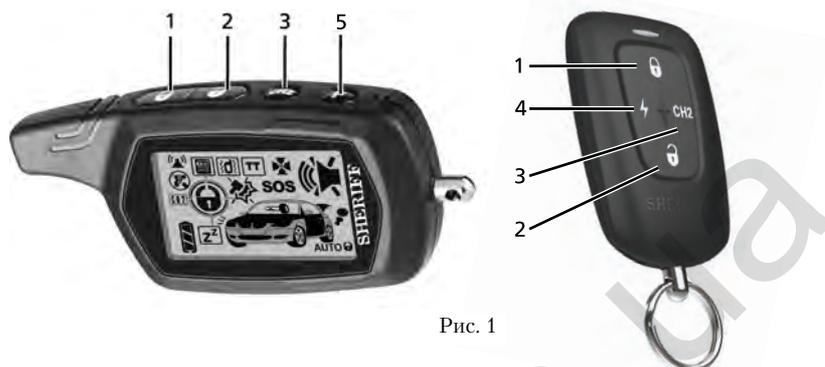

Рис. 1
- Нажмите и удерживайте кнопку 1 (см. рис. 1) первого передатчика, до тех пор, пока Вы не услышите длинный сигнал сирены, подтверждающий, что программирование первого передатчика закончено (каналы передатчика будут запрограммированы автоматически). При этом СИД начнет редко мигать;
- Нажмите и удерживайте кнопку 1 (см. рис. 1) второго передатчика, до тех пор, пока Вы не услышите длинный сигнал сирены, подтверждающий, что программирование второго передатчика закончено. При этом СИД начнет редко мигать;
- Нажмите кнопку 1 (см. рис. 1) первого брелока-передатчика. Система подтвердит запись нового кода брелока в память звуковым сигналом;
- Нажмите кнопку 1 (см. рис. 1) второго брелока-передатчика. Система подтвердит запись нового кода брелока в память звуковым сигналом;
| Включение/ выключение диалогового режима работы сигнализации | F +  |  +  | Нажать и удерживать кнопку F, затем кратковременно нажать кнопку 2 брелока-пейджера (см. рис. 1). Дополнительный брелок — кратковременно нажать вместе кнопки 2 и 4. Включение режима динамического диалога — один писк брелока. Выключение режима диалога (переход на недиалоговый динамический код) — два коротких писка брелока. Оба брелока системы работают в режиме диалога. В режиме «заводские настройки» включена функция диалога. |
| Включение/ выключение блокировки кнопок брелока двухсторонней связи | F + ch2 | | Кратковременно нажать и отпустить кнопки F и 3(CH2)(см. рис. 1) Мелодия включения блокировки, мелодия выключения блокировки. |
| Постановка на охрану |  |  | Нажать и отпустить кнопку 1 (см. рис. 1). 1. Габаритные огни автомобиля мигнут 1 раз. 2. Сирена подаст один короткий звуковой сигнал подтверждения. 3. Светодиодный индикатор на антенном модуле начнет медленно мигать. |
| Снятие с охраны |  |  | Нажать и отпустить кнопку 2 (см. рис. 1). 1. Светодиодный индикатор погаснет. 2. Габаритные огни автомобиля мигнут 2 раза. 3. Сирена подаст два коротких звуковых сигнала подтверждения. Примечание. Если включена функция F6 — автоматическая перепостановка на охрану, то при снятии системы с охраны светодиодный индикатор начнет быстро мигать, указывая на то, что если в течение 20 сек не будет открыта ни одна из дверей, система включит режим охраны. Если в течение 20 сек будет открыта хотя бы одна дверь, светодиодный индикатор погаснет и режим постановки системы на охрану будет отменен. Если включена функция F4 — функция пассивной постановки системы на охрану, а F6 выключена, то светодиодный индикатор погаснет. Система переходит в режим ожидания открытия/закрытия любой из дверей. Если вы откроете, а затем закроете любую из дверей автомобиля, включится 30-секундный таймер автоматической постановки системы на охрану. Светодиодный индикатор начнет быстро мигать. Примечание. Попытка снять систему с охраны после того, как система сработала (включилась сирена сигнализации), приведет только к отключению звуковой сигнализации. Система не будет снята с охраны. Для того чтобы снять систему с охраны, необходимо еще раз нажать кнопку снятия с охраны на брелоке-передатчике, когда система не подает звуковую сигнализацию. |
| Беззвучная постановка на охрану на один цикл |  |  | Нажать и удерживать кнопку 1 более 1,5 сек (см. рис. 1). Система встанет в режим охраны без подачи звукового сигнала. |
| Беззвучное снятие с охраны на один цикл |  |  | Нажать и удерживать кнопку 2 более 1,5 сек (см. рис. 1). Система выключит режим охраны без подачи звукового сигнала. |
| Закреть/ открыть двери в режиме «Valet» или при ВКЛ. зажигании |  или  |  или  | Нажать и отпустить кнопки 1 или 2 (см. рис. 1). Если имеется дополнительная цепь запирающая/отпирающая замков дверей, то двери автомобиля будут заблокированы/разблокированы. |
| Подхват линии зажигания ав- томобиля при работающем двигателе | Дважды  | Дважды  | Включить стояночный тормоз при работающем двигателе. Кратковременно нажать кнопку 3 дважды в течение 2 сек (см. рис. 1). Система выполнит подхват линии зажигания автомобиля системой автозапуска по цепи встроенного реле автозапуска. Можно вынуть ключ из замка зажигания, двигатель продолжает работать. Индикация работающего двигателя на экране LCD брелока такая же, как при автозапуске. Система выполнит подхват линии зажигания автомобиля по цепи внешнего реле турботаймера. Далее, нажатие кнопки 1 включит режим охраны с работающим двигателем. Повторное нажатие кнопки 1 выключит поддержку линии зажигания и двигатель будет остановлен (система останется на охране). При снятии с охраны нажатием кнопки 2 поддержка зажигания будет действовать еще 20 сек, давая возможность включить зажигание ключом и продолжить движение без выключения двигателя. Выключить поддержку зажигания можно в любое время выключением стояночного тормоза или двукратным нажатием кнопок 1+3. Функция «Поддержка зажигания» не работает, если режим автозапуска установлен по напряжению SF7.3, а также в сервисном режиме. |
| Паника (включение/ выключение) | Дважды  +  | Дважды  +  | Два кратковременных одновременных нажатия на кнопки 1+2 в течение 2 сек в режиме охраны (см. рис. 1). Это приведет к немедленному включению sireны системы и миганию габаритных огней. Для отключения sireны еще раз кратковременно одновременно нажмите кнопки 1+2 (см. рис. 1) на вашем брелоке-передатчике. Если вы не отключите режим «Паника», система выключится автоматически через 30 сек. Примечание. В режиме «Паника» будут работать все обычные функции брелока-передатчика. |
| Управление каналом 2 (CH2) Две вспышки и мелодия по- сле отпущения кнопки, а сире- на даст корот- кий звуковой сигнал |  |  | Нажать и удерживать кнопку 3 более 1,5 сек (см. рис. 1). Индикатор CH2 кратковременно отобразится на LCD-дисплее. Выход канала CH2 — слаботочный выход с максимальным током до 500 мА. Примечание. Если выход канала CH2 был активирован в то время, когда система находилась в режиме охраны, то система одновременно отключит датчик удара и триггер багажника. После того как багажник будет закрыт, система опять автоматически возьмет эту цепь под охрану и включит датчик удара. |
| Экстренное отключение режима «Турботаймер» |  +  |  +  | Одновременно дважды нажать кнопки 1 и 3 брелока двусторонней связи в течение 2 сек (см. рис. 1). Сброс активного состояния турботаймера при помощи передатчика. 1. Выньте ключ из замка зажигания автомобиля. 2. В течение 2 сек дважды нажмите на кнопки 1+3. 3. Система должна подтвердить выполнение команды одним коротким звуковым сигналом брелока-пейджера и сбросить канал турботаймера. Дополнительно турботаймер можно сбросить, нажав на педаль «Стоп». |
| Постановка на охрану с выключенными зонами предупредительного срабатывания обоих датчиков на один цикл |   |   | Кратковременно нажать кнопку 1 и в течение 2 сек нажать кнопку 3 (см. рис. 1). Система выключает звуковой сигнал при срабатывании зоны предупреждения датчика удара в режиме охраны |
| Постановка на охрану с полностью выключенными датчиками на один цикл |    |    | Кратковременно нажать кнопку 1 и в течение 2 сек нажать кнопку 3, после сигнала подтверждения нажать кнопку 3 еще раз (см. рис. 1). Система полностью выключает звуковой сигнал при срабатывании обеих зон датчика удара в режиме охраны. |
| Тихая проверка связи/проверка текущего состояния системы |  |  | Кратковременно нажать кнопку 3 (см. рис. 1) в течение 1 сек. Посылка тихого запроса о наличии связи с системным блоком. В случае успеха, система возвращает ответ с текущим состоянием системы, обновляя состояние LCD-экрана брелока двухсторонней связи и подтверждая это двукратным миганием иконки габаритов LCD-экрана. |
| Запуск функции «Anti-Hi-Jack» |  +  |  +  | Вместе нажать и удерживать кнопки 1 и 2 более 3 сек при включенном зажигании. 1. Зажигание включено или заведен двигатель. 2. Одновременно нажать и удерживать кнопки 1 и 2 (см. рис. 1) до появления подтверждающего сигнала в виде трех вспышек габаритных огней. 3. Отпустить кнопки брелока. 4. Включается 20-секундная задержка. 5. В течение следующих 20 сек система начинает подавать короткие звуковые сигналы и периодически включать блокирующие цепи. Затем включается режим тревоги (звуковая и световая сигнализация), включаются все блокирующие цепи, приводящие к полной остановке двигателя. |